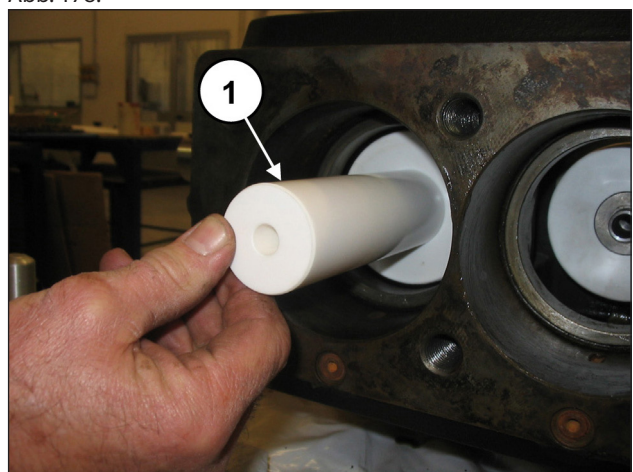
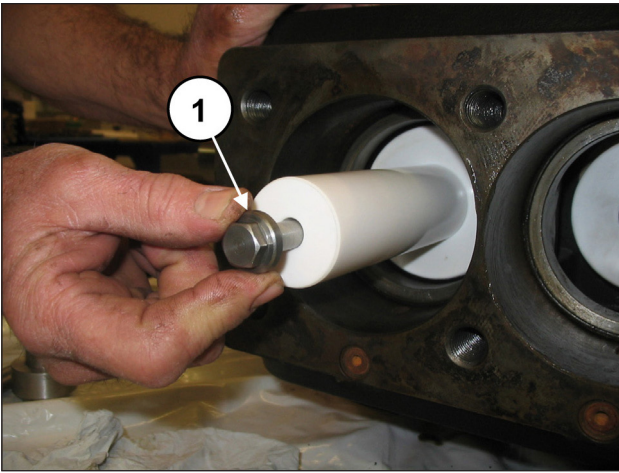

Abb. 177
Abb. 178
Montieren Sie die Kolben in die entsprechenden Führungen (Pos. ①, Abb. 177) und befestigen Sie diese lt. Pos. ①, Abb. 178.